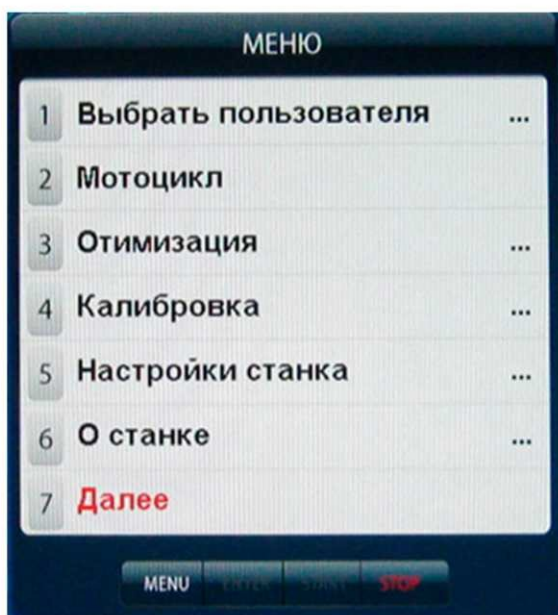
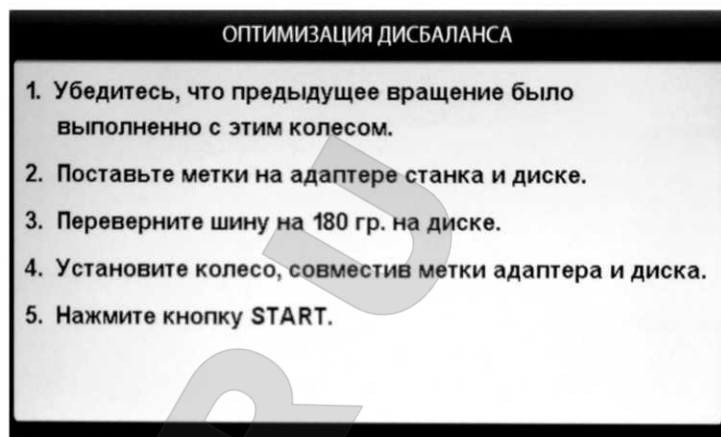
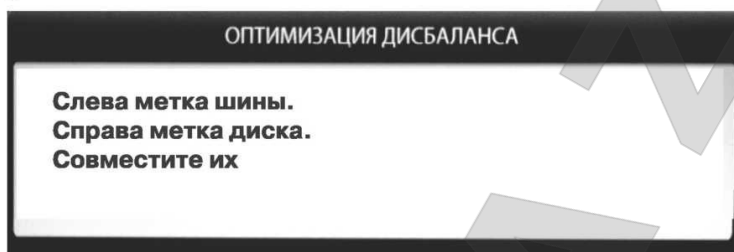
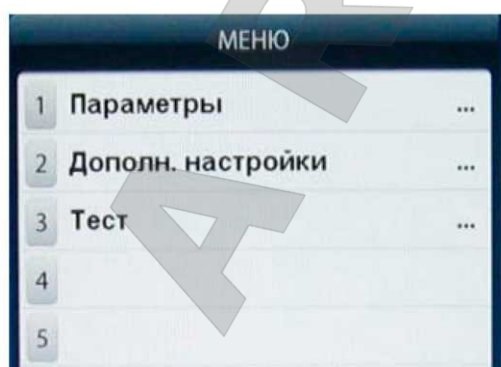

рис.15.1.
рис.15.2
рис.15.3
рис.16.1
15.2. Для входа в программу Opt нажмите кнопку «MENU» после чего на экране монитора появится окно (рис. 15.1). Далее выбрать программу «Оптимизация», нажав кнопку 3, после чего на экране монитора появится окно (рис. 15.2). Далее выполните операции согласно указаниям в окне (рис.15.2).
15.3. После выполнения п.5 в окне рис.15.2 на экране монитора появится окно (рис 15.3), а на индикаторах 1 отобразится величина статического дисбаланса колеса, а на индикаторах 4 - величина дисбаланса колеса, которую можно получить после завершения программы Opt. Поставьте метки на шине и диске согласно указаниям в окне рис.15.3.
16.2.1. Нажмите кнопку «MENU». На экране появится окно MENU (рис.15.1), нажмите кнопку 7 «Далее» на экране появится окно второй страницы MENU (рис.16.1). Выберите «Дополн. настройки», нажав кнопку 2, на экране откроется окно «Настройки станка» (рис.16.2). Нажмите кнопку 1 «Имена операторов» на экране откроется окно «Выбрать пользователя» со списком операторов, (рис.16.3).
Программное обеспечение СБ содержит целый ряд параметров, позволяющих максимально приспособить СБ к потребностям потребителя. Для настройки параметров нажмите кнопку «MENU» на экране монитора появится окно MENU (рис.15.1). Нажмите кнопку 5 «Настройки станка» на мониторе появится окно настроек (рис.17.1).
Нажмите кнопку «MENU», в открывшемся окне MENU выберите пункт 7 «Далее», нажав кнопку 7 в верхнем ряду клавиатуры. Откроется вторая страница окна MENU (см. рис.16.1). Выберите пункт 3 «Тест», нажав кнопку 3 в верхнем ряду клавиатуры. Откроется окно ТЕСТ рис.21.1.